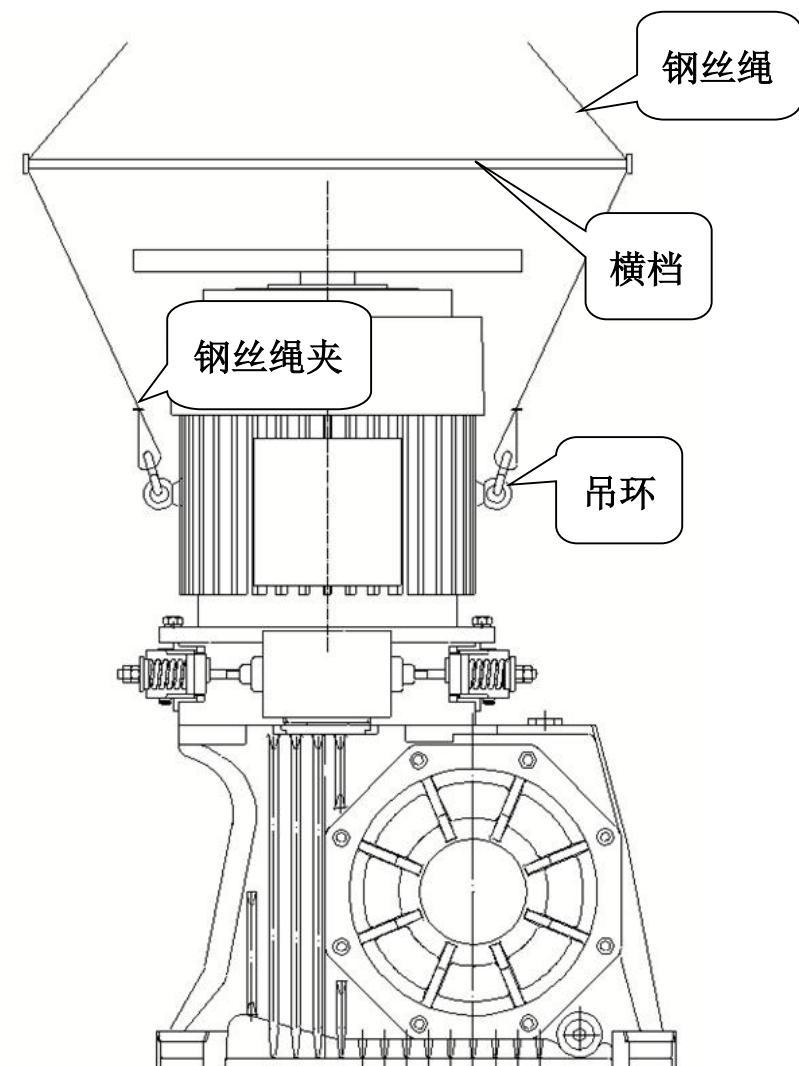

图 2 吊装示意图
1. 驱动主机起吊时, 吊具应固定在图 2 中指定位置, 并使主机底面处于水平位置。